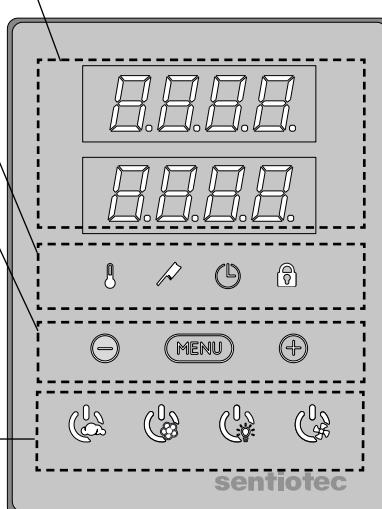

Рис. 2. Панель управления
→ 	Зайдите в меню настроек путем одновременного нажатия на места расположения кнопок ««», MENU и «+» (см. рис. 2). Удерживайте нажатыми в течение 5 секунд.  Внимание! Кнопки не загорятся.
2. Переведите сетевой выключатель парогенератора в положение выключения (рисунок 2).